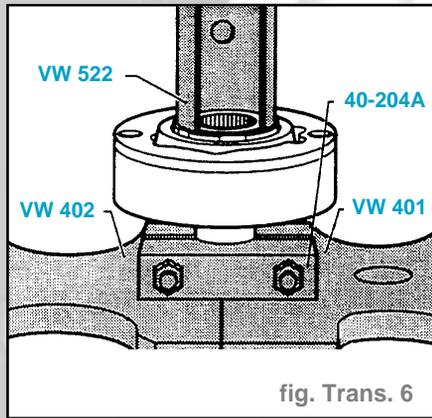

fig. Trans. 6
- Emmatcher le joint à la presse jusqu'en butée, mettre le circlip en place (fig. Trans. 6).